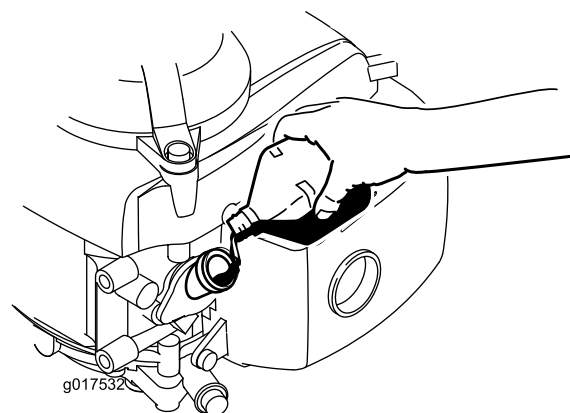

Figura 6
- Versate con cautela una quantità d'olio pari a circa $\frac{3}{4}$ della capacità del motore nel tubo di riempimento dell'olio (Figura 6).